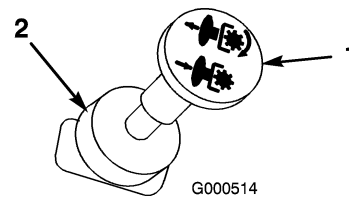

Bild 7
2. Schieben Sie den Zapfwellenantriebshebel (ZWA) auf Aus (Bild 7).
2. Stellen Sie den Zapfwellenantrieb (ZWA) auf „Aus“ (Bild 7).